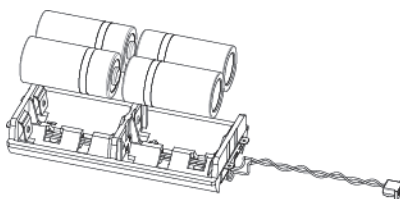

Figura 11
3. Inserire le nuove batterie prestando attenzione alla polarità (*vedi Figura 11*).